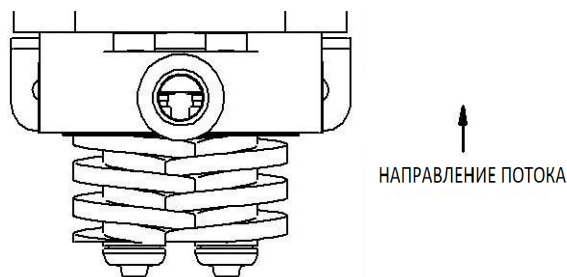

Рис. 39 – Сборка винта тип 1
- Тип 1: электродвигатель вращается по часовой стрелке. Положение винтов и направление потока показаны на рис. 39, напорная сторона расположена сверху насоса.